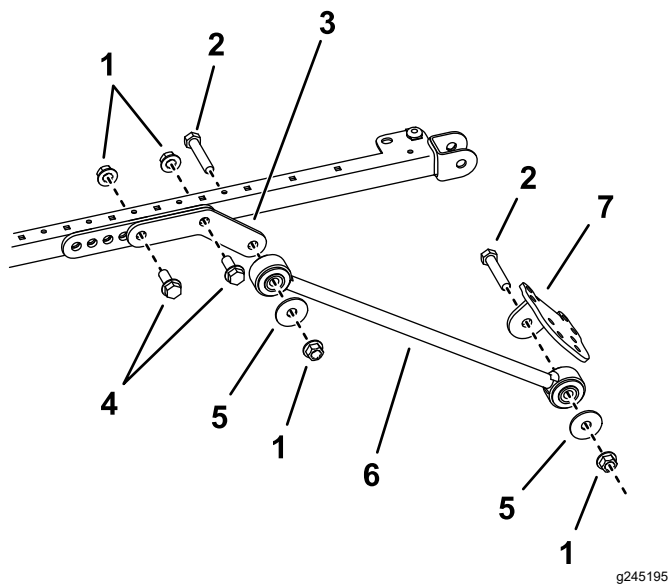

Figura 37
- En cada lado del bastidor del toldo, monte provisionalmente un acoplamiento de extensión en los orificios trasero y central del soporte de montaje con 2 pernos (½" x 1½") y 2 tuercas con arandela prensada (½"), tal y como se muestra en la Figura 37.
- Instale provisionalmente un tirante en el exterior de cada acoplamiento de extensión con un perno (½" x 2½"), una arandela (½") y una tuerca con arandela prensada (½") Figura 37.
11. Sujete provisionalmente un soporte de tirante a cada tirante con un perno (1/2" x 2 1/2"), una arandela (1/2") y una tuerca con arandela prensada (1/2"), según se muestra en Figura 37.